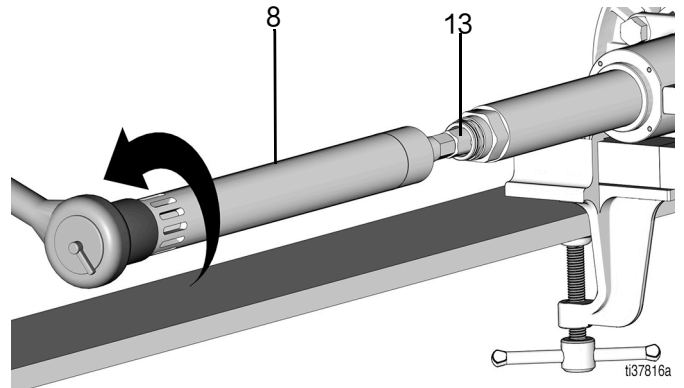

图 8
10. 使用 1-15/16 英寸套筒，松开入口泵气缸 (8) 并露出连杆 (13) 上的六角 (图 8)。